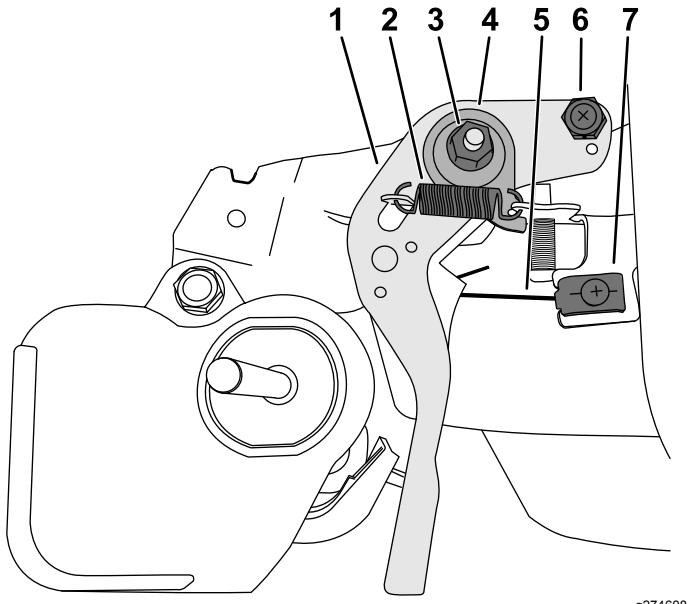

图10
- 用螺母和 E 形夹将宽夹具和拉索夹安装到油门控制杆上的新位置 图10。
- 将油门控制杆、波形垫圈和压力板安装到发动机上 图10。
- 安装并轻轻拧紧螺母以便将油门控制杆固定到发动机上 图10。
- 将弹簧安装到油门控制杆然后测试复位情况 图10。